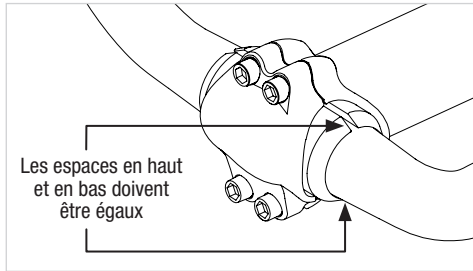

Figure 2
3. Les espaces entre les deux parties de l'adaptateur (haut, bas et côtés) sont uniformes quand la force de serrage est adéquate. (figure 2)